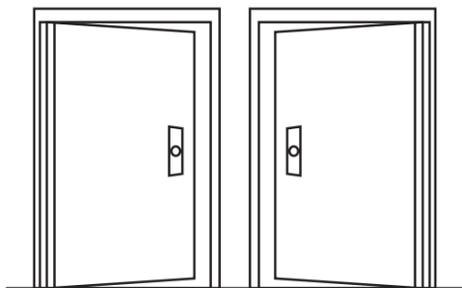

Рис.1
- Параллельная установка. В этом случае корпус доводчика крепится на дверном полотне, штанга крепится к дверной коробке с помощью пластины параллельной установки (в комплект не входит). В зависимости от способа установки и расположения петель (Рис. 1) выберите шаблон.